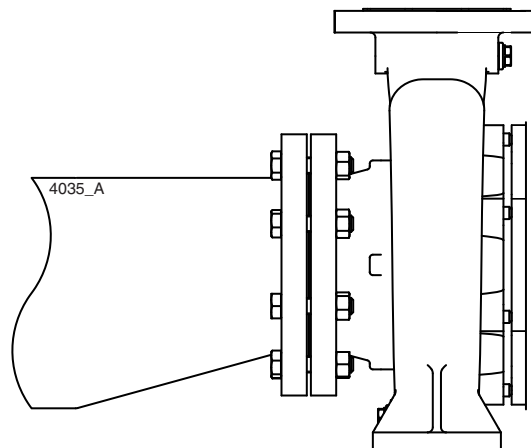

Abbildung6: Exzentrisches Reduzierstück zum Ansaugflansch.
- Der Durchlass der Saugleitung muss genügend groß sein. Diese Leitung ist zur Vermeidung von Luftsäcken so kurz wie möglich und zur Pumpe hin ansteigend zu verlegen. Ist dies nicht möglich, so muss am höchsten Punkt der Saugleitung eine Entlüftungsmöglichkeit vorgesehen werden. Hat die Saugleitung einen größeren Querschnitt als der Saugstutzen, muss ein exzentrisches Reduzierstück eingesetzt werden, sodass kein Luftsack und keine Wirbel entstehen können. Siehe Abbildung 6.